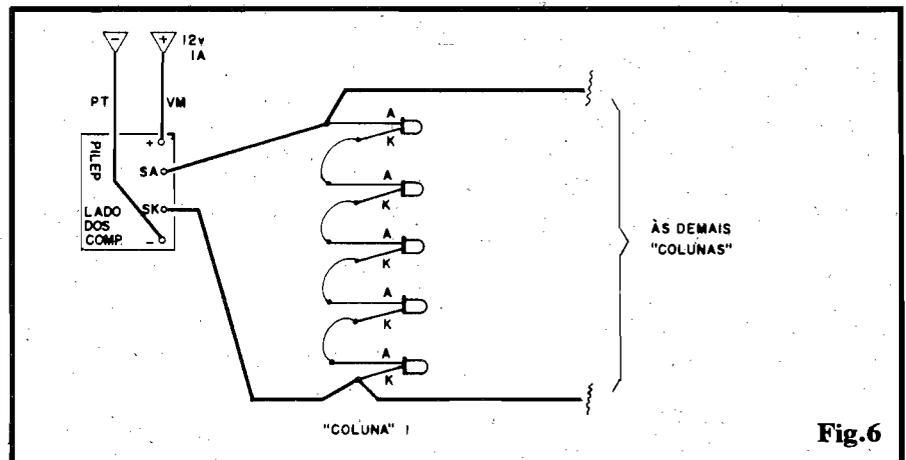

Fig.6
- FIG. 6 - CONEXÕES EXTERNAS À PLACA - Ainda vista pelo lado não cobreado (só que agora, para "descomplicar" o visual, os componentes da própria placa não são mostrados...), temos a placa com suas simples conexões externas. Atenção à polaridade da alimentação (é sempre bom codificar os fios com as cores preta para o negativo e vermelha para o positivo...) e à identificação para as ligações dos anodos (SA) e ca-